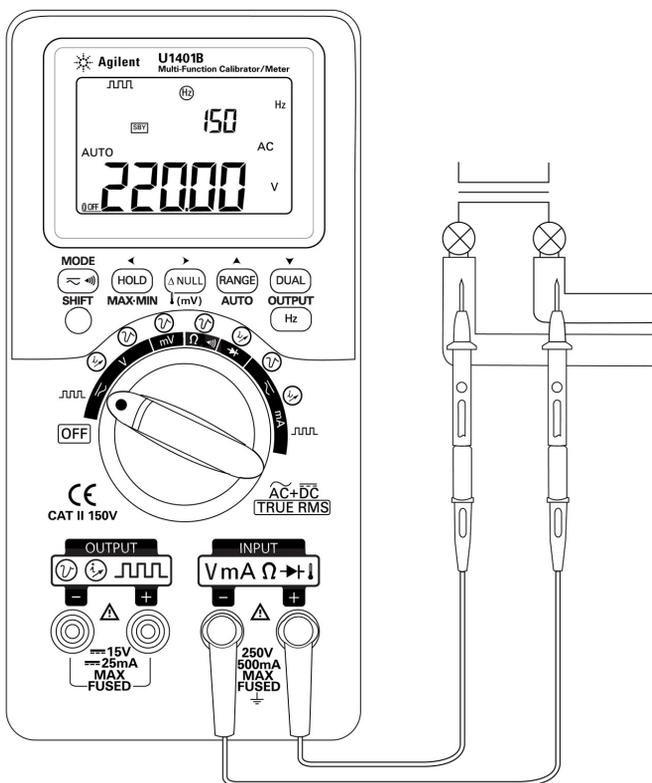

Figura 3-2 Misurazione della tensione CA
- 3 Collegare i puntali di misura rosso e nero rispettivamente ai terminali di ingresso positivo e negativo (Figura 3-2).